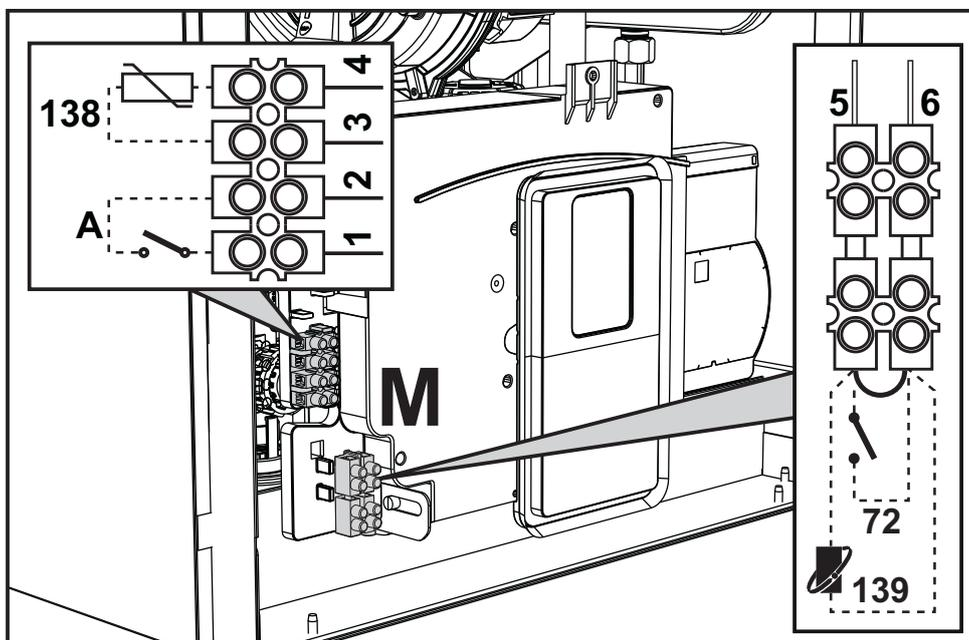
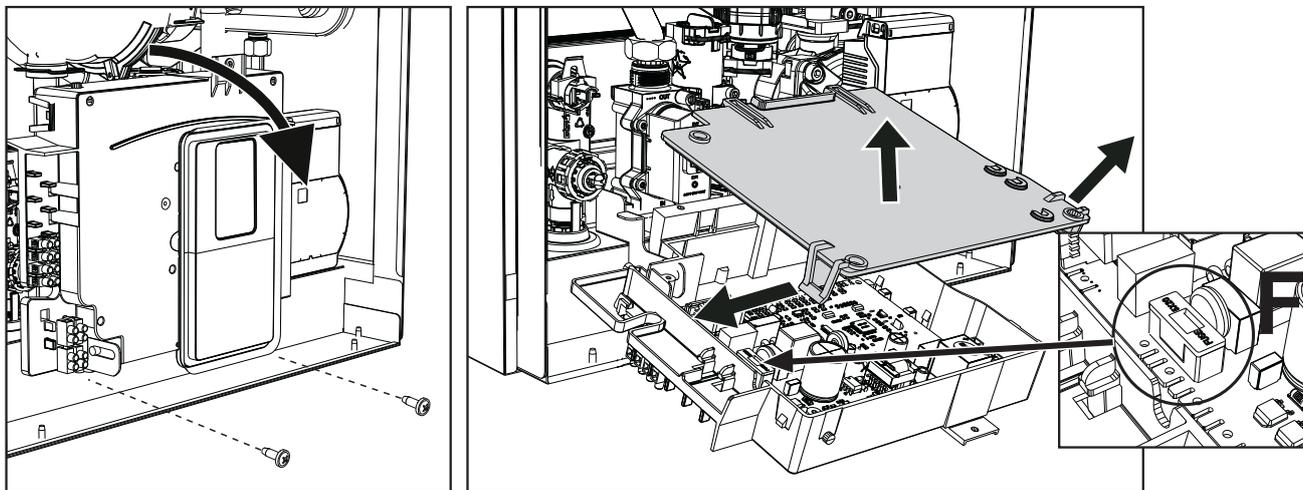

рис. 28
рис. 29
После снятия передней панели ("Открытие передней панели" на стр. 37) можно получить доступ к клеммным колодкам (M) и предохранителю (F), действуя согласно нижеприведенным указаниям (и рис. 28). Клеммы, указанные на рис. 29, должны иметь чистые контакты (не 230В). Расположение зажимов и их назначение показаны также на электрической схеме на рис. 67.
Конфигурация выключателя ON/OFF (А рис. 28)